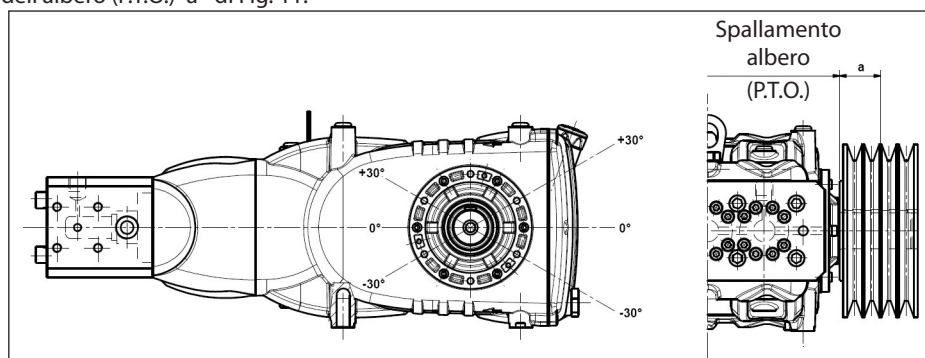

Fig. 11
Il carico radiale sull'albero non deve essere superiore a 7500 N (valore necessario per la definizione del Lay-out). La trasmissione è considerata adeguata se tale carico è applicato ad una distanza massima **a=40 mm** dallo spallamento dell'albero (P.T.O) come indicato in Fig. 11.
- b) Utilizzare cinghie ad alto rendimento - per esempio **XPB** invece di **SPB** - in quanto risulterà necessaria una quantità inferiore di cinghie a parità di potenza trasmessa ed una conseguente distanza inferiore della risultante rispetto allo spallamento dell'albero (P.T.O.) "a" di Fig. 11.
- e) Seguire la direzione del tiro cinghia come indicato in Fig. 11 per esigenze diverse contattare l'**Ufficio Tecnico** o **Servizio Assistenza Clienti**.